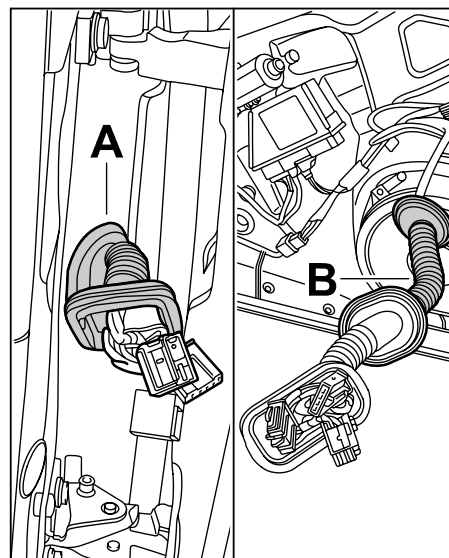

Bild 8
- 3.1 Befestigungsrahmen  $\Rightarrow$  Bild 8 -A- aus der Gummimanschette "türseitig" ausbauen.
- 3.2 Schutzschlauch  $\Rightarrow$  Bild 8 -B- aus der Tür ausbauen.